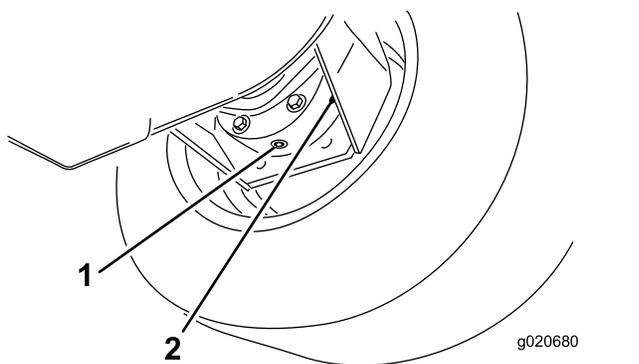

Рисунок 89
3. Подставьте поддон под корпус тормоза, снимите пробку сливного отверстия и дайте маслу стечь (**Рисунок 89**).